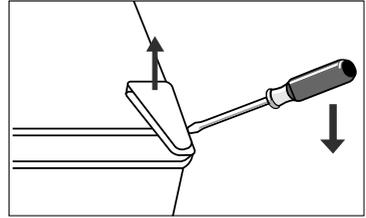

Abb. 7
- ▶ Öffnen Sie die Kühlraumtür (3) und entnehmen Sie den Gittereinlegeboden (6) aus dem Kühlgerät.
- ▶ Entfernen Sie die Scharnierabdeckung des oberen Türscharniers (1) (siehe **Abb. 7**). Setzen Sie dafür einen flachen Schraubendreher seitlich unter die rechte Außenkante der Abdeckung und hebeln Sie diese vorsichtig nach oben ab.